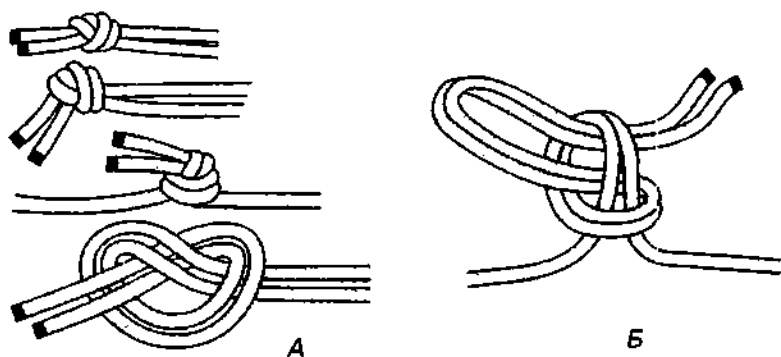

Рис. 750. А – дубовый узел; Б – быстроразвязывающийся дубовый узел.
**Дубовый узел** – это *простой узел*, завязанный сложенными вместе концами (рис. 750). Узел вяжется очень быстро, но он очень тугой и для временного связывания двух веревок совершенно не годится, так как затянутый узел почти невозможно развязать. Моряки никогда не связывали тросы **дубовым узлом**.